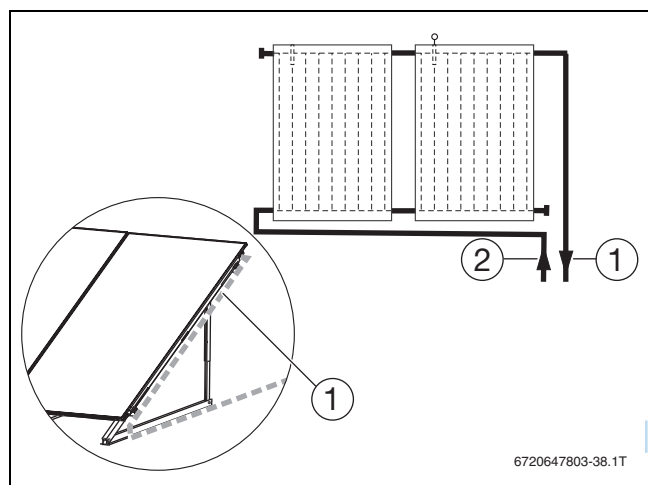

Bild 59 Rohrleitungen am Kollektorfeld
- ▶ Bauseitige Vorlaufleitung am Kollektor entlang führen (→ Bild 59, Seite 38).